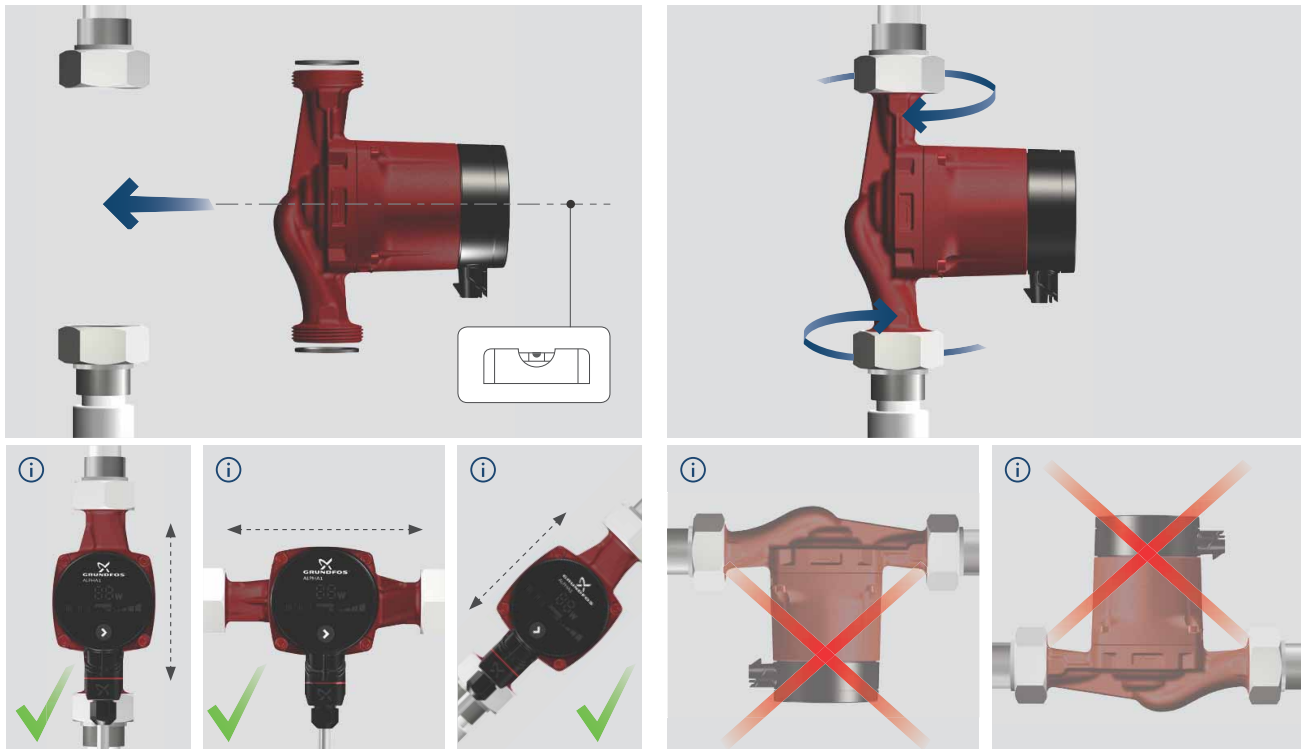

Abb. 4 Montage der GRUNDFOS ALPHA1
- Die Pumpe ist so einzubauen, dass sich die Motorwelle in horizontaler Position befindet. Siehe Abb. 4.